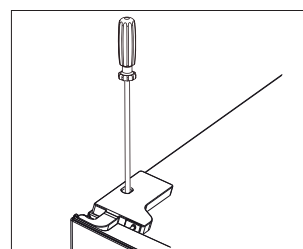

Fig. 17
- ▶ Placez le cache-charnière (27) avec le contact de porte monté sur la charnière et vissez-le fermement (fig. 17).